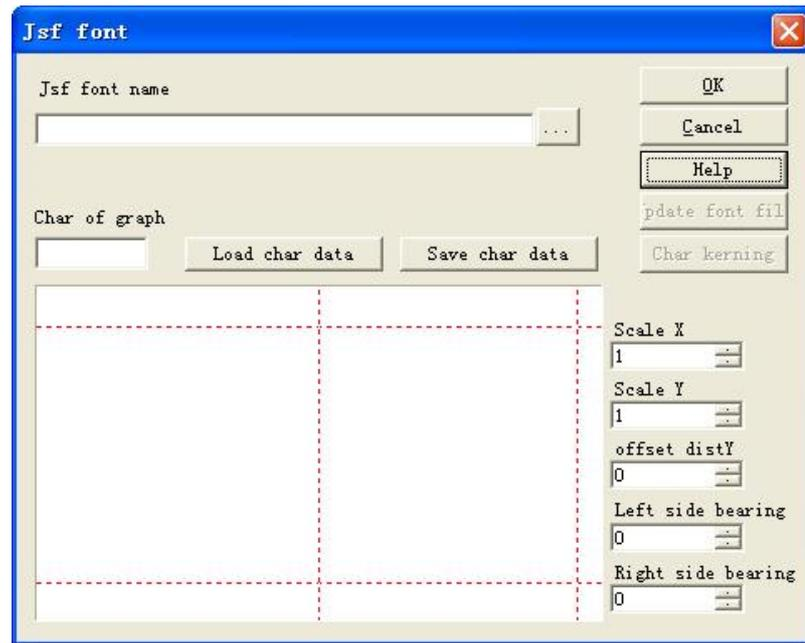

Figura 5-17 Fuente JSF
Cuando el usuario haga clic en la fuente JSF, el sistema mostrará un diálogo como el de la figura 5-17.
Haga clic en "Modificar" "Fuentes JSF", luego se muestra un cuadro de diálogo de fuente como en la figura 5-17. Haga clic en  y busque ezcad2\font catalog en el diálogo, ingrese "EZCAD0521", y luego haga clic en el botón para indicar el diálogo como sigue en la figura 5-23.
1. Haga clic en "Fuentes JSF" en el menú "modificar", luego se muestra el diálogo de fuente JSF, como se muestra en la figura. 5-17->Haga clic en , abra el diálogo para encontrar la ruta: ezcad2\font->Ingrese "EZCAD0521"--